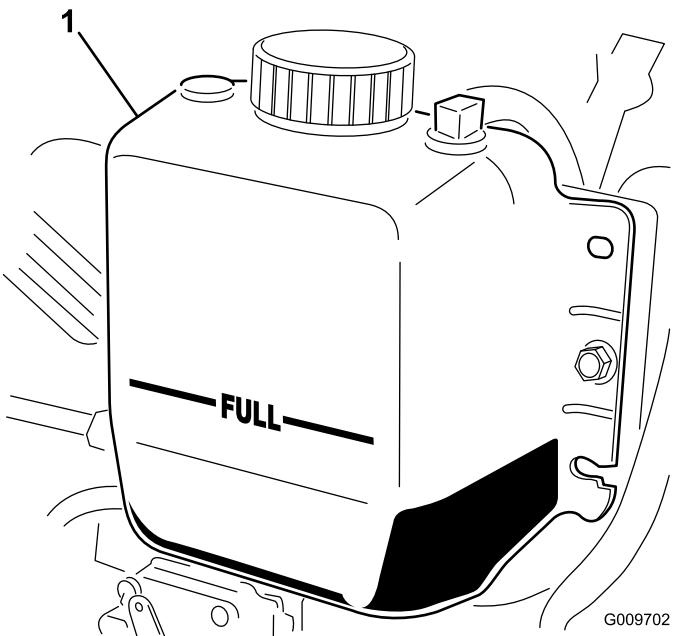

Figura 35
- Nota:** Il radiatore deve essere riempito fino alla parte superiore del collo del bocchettone ed il serbatoio di espansione fino al segno di pieno Full (Figura 35).